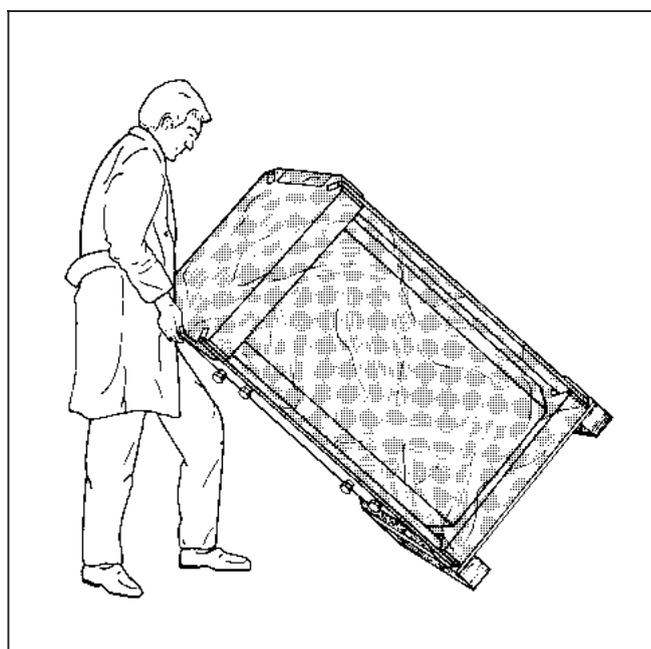

Рис. 18
- Опрокинуть бойлер через кант поддона и поставить (рис. 18).